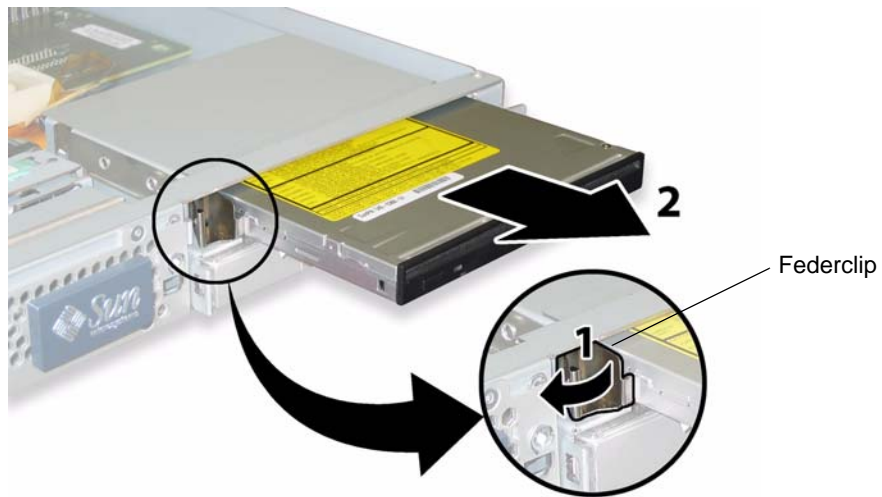

ABBILDUNG 3-15 Ausbauen des DVD-ROM-Laufwerks
- 8. Ziehen Sie den Federclip auf der Vorderseite des DVD-ROM-Laufwerks nach links, und halten Sie ihn in dieser Position. Greifen Sie mit der anderen Hand hinter das Laufwerk, und schieben Sie es vorne aus dem Gehäuse heraus. Siehe ABBILDUNG 3-15.**